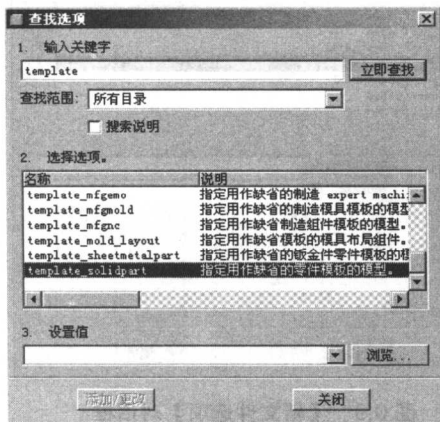
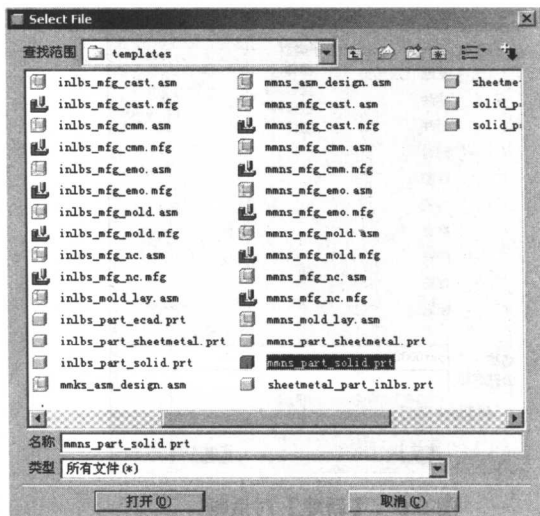
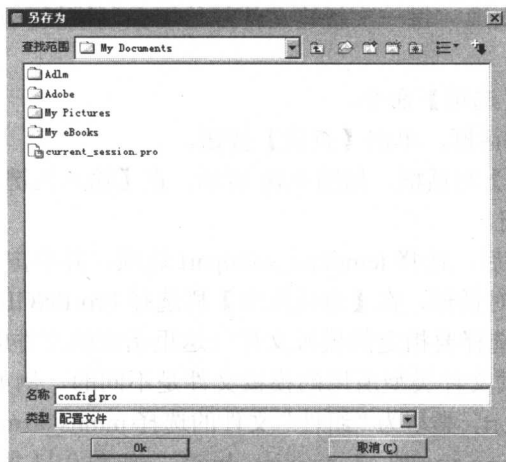

图 0.10 【查找选项】对话框
图 0.11 Select File 对话框
图 0.12 【另存为】对话框
- (1) 执行【工具】|【选项】命令。
- (2) 打开【选项】对话框，单击【查找】按钮。
- (3) 弹出【查找选项】对话框，如图 0.10 所示，在【输入关键字】栏输入“template”，并单击【立即查找】按钮。
- (4) 当查找结果显示后，选择 template_solidpart 选项，并单击【浏览】按钮。
- (5) 弹出 Select File 对话框，在【查找范围】栏选择 Pro/ENGINEER 系统安装目录下的 templates 文件夹，然后选择要指定的模板文件（这里指定的文件即为公制单位的零件模板文件，需要注意的是不同文件类型所用的模板文件是不同的，例如，类型为“零件”文件的选择 mmns_part_solid.prt，类型为“组件”文件的选择 mmns_asm_design.asm，类型为“绘图”文件的选择 a4_drawing.drw 或 a3_drawing.drw），如图 0.11 所示，单击【打开】按钮。
- (6) 单击【查找选项】对话框中的【添加/更改】按钮，如图 0.10 所示，然后单击【关闭】按钮。
- (7) 回到【选项】对话框，选择指定的模板，然后单击【保存】按钮。
- (8) 弹出【另存为】对话框，选择 Pro/ENGINEER 系统安装目录下的 text 文件夹作为保存路径。命名模板名称为 config.pro，单击 OK 按钮，如图 0.12 所示。
- (9) 回到【选项】对话框，单击【确定】按钮，完成模板指定操作。